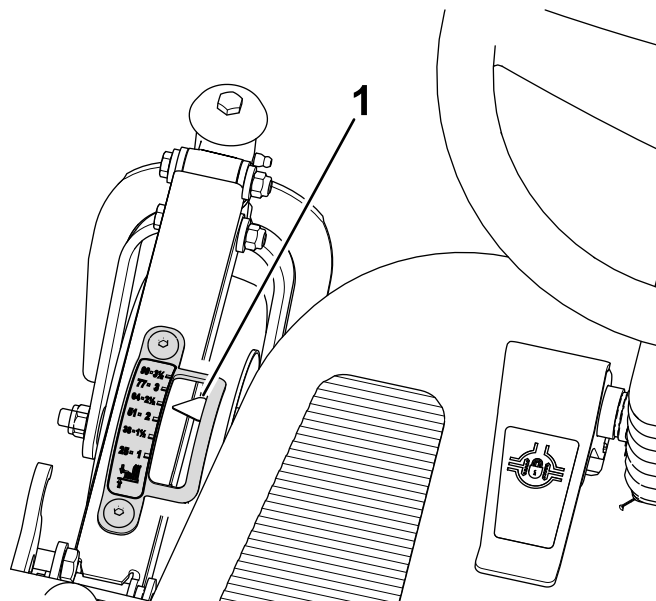
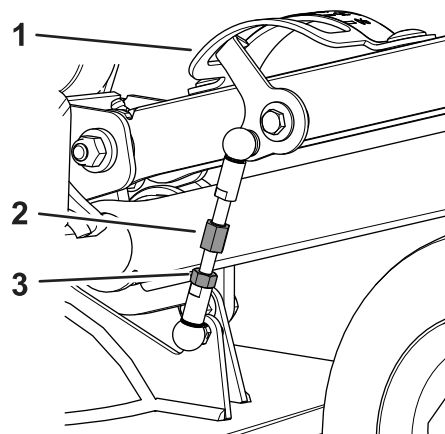

Bild 105
Bild 106
2. Setzen Sie sich auf den Sitz und schauen Sie auf den Zeiger der Schnitthöhenanzeige (Bild 105).
A. Lösen Sie die Klemmmutter, mit der der Schnitthöhenlenker befestigt ist (Bild 106).
- B. Drehen Sie den Lenker, bis der Zeiger der Schnitthöhenanzeige (aus der Sicht vom Bediener) auf die 64-mm-Markierung ausgerichtet ist (Bild 105 und Bild 106).
- C. Ziehen Sie dann die Klemmmutter fest (Bild 106).